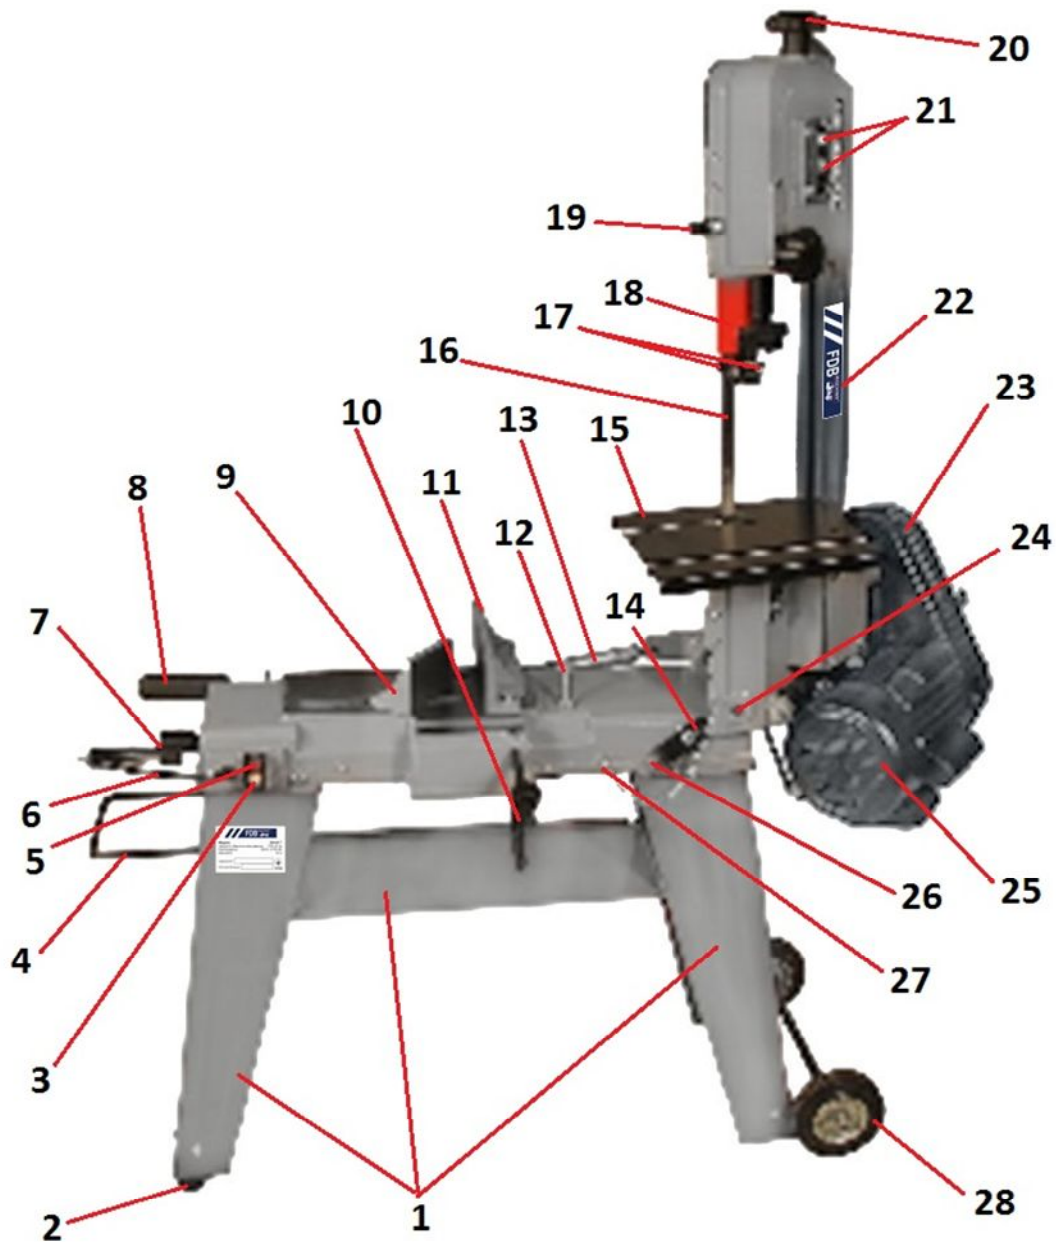
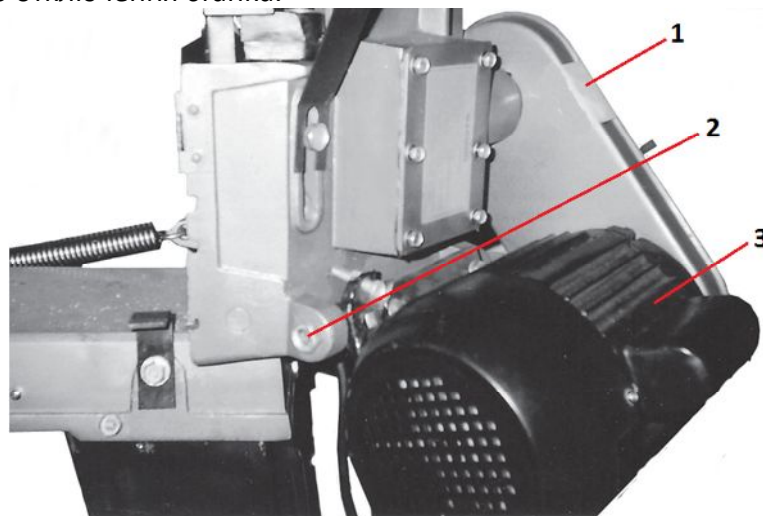
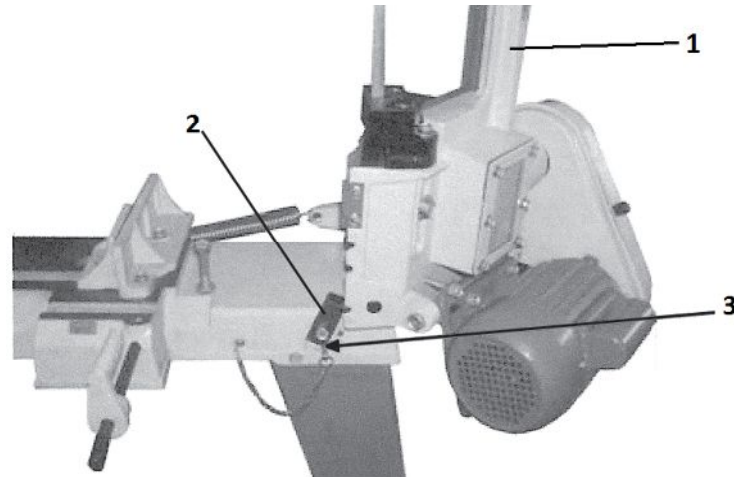
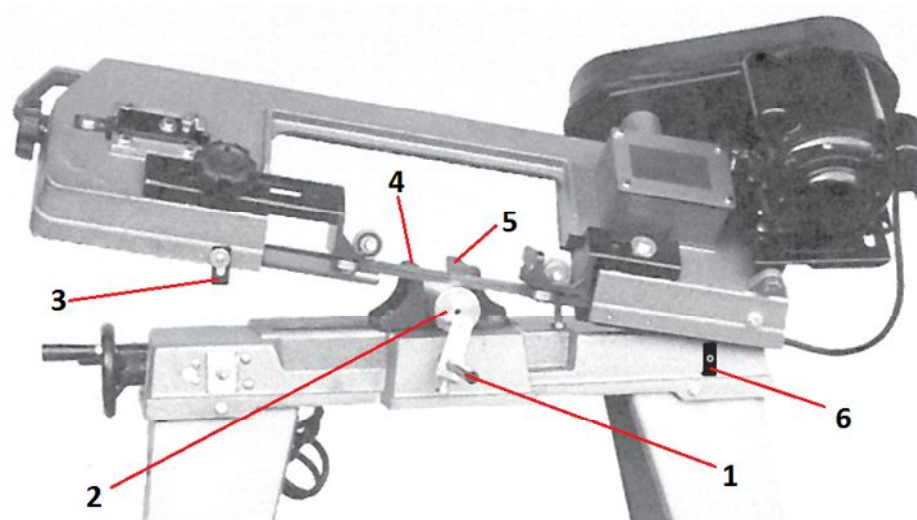

Рис. 1.1 Принципиальное устройство станка:
Рис. 4 Установка ремня
Рис. 6 Поднятие пильного агрегата в вертикальное положение
Рис. 7 Горизонтальное распиливание заготовки
Перед подсоединением станка к электрической сети переведите кнопку «выкл.» (поз. 5 рис. 1.1) в выключенное положение.
Включение станка выполняется переводом кнопки «вкл.» (поз. 3 рис. 1.1) в включённое положение.
Выключение станка выполняется переводением кнопки «выкл.» (поз. 5 рис. 1.1) в выключенное положение.
- откройте крышку коробки (поз. 23 рис. 1.1; поз. 1 рис. 4) ременной передачи;
- ослабьте винт (поз. 2 рис. 4) крепления электродвигателя (поз. 23 рис. 1.1, поз. 3 рис. 4);
- переместите электродвигатель (поз. 3 рис. 4) в сторону к шпинделю ведущего колеса;
- переместите двигатель (поз. 3 рис. 4) от шпинделя;
- натяните ремень и затяните винт (поз. 2 рис. 4) крепления электродвигателя (поз. 3 рис.4);
- закройте крышку коробки (поз. 1 рис. 4) ременной передачи.
4. Подымите пильный агрегат (поз. 22 рис. 1; поз. 1 рис. 6) в вертикальное положение до фиксирования упором (поз. 14 рис. 1.1; поз. 2 рис. 6) и зафиксируйте упор штырём-фиксатором (поз. 26 рис. 1.1; поз. 3 рис. 6).
5. Переведите кнопку «выкл.» (поз. 5 рис. 1.1) в выключенное положение.
8. Переведите кнопку «вкл.» (поз. 3 рис. 1.1) во включённое положение.
При выявлении нехарактерных для работы пильного агрегата шумов, скрежета, запаха гари немедленно выключите станок кнопкой «выкл.» (поз. 5 рис.1.1) и отсоедините станок от электрической сети.
2. Подымите пильный агрегат (поз. 22 рис. 1; поз. 1 рис. 6) в вертикальное положение до фиксирования упором (поз. 14 рис. 1.1; поз. 2 рис. 6) и зафиксируйте упор штырём-фиксатором (поз. 26 рис. 1.1; поз. 3 рис. 6).
3. Установите и закрепите упор длины резания заготовки (поз. 10 рис. 1.1; поз. 1 рис. 7) по требуемому размеру.
4. Установите заготовку (поз. 2 рис. 7) в тиски – прижмите к задней губке (поз. 11 рис. 1.1; поз. 5 рис. 7) тисков и подожмите передней губкой (поз. 9 рис. 1.1; поз. 4 рис. 7) тисков.
- Отрегулируйте регулируемую направляющую (поз. 18 рис. 1.1). Она должна находиться как можно ближе к зоне резания.
5. Освободите пильный агрегат (поз. 22 рис. 1.1) от фиксирования упором (поз. 14 рис. 1.1; поз. 6 рис. 7). Удерживайте пильный агрегат от свободного опускания.
6. Переведите кнопку «вкл.» (поз. 3 рис. 1.1) во включённое положение.
7. Опустите пильный агрегат (поз. 22 рис.1.1) и выполните отрезание заготовки.
Пильный агрегат должен опускаться с усилием, которое отрегулировано пружиной (поз. 13 рис. 1.1) без приложения дополнительного усилия. Усилие пружины (поз. 13 рис. 1.1) регулируется рукояткой (поз. 8 рис. 1.1) регулировки скорости опускания пильного агрегата. При регулировке скорости опускания (резания) не поворачивайте рукоятку (поз. 8 рис. 1.1) более чем на один оборот.
После окончания резания выключатель (поз. 19 рис. 1.1; поз. 3 рис. 7) нажмёт на кнопку «выкл.» (поз. 5 рис. 1.1) и выключит пильный агрегат.
9. Подымите пильный агрегат (поз. 1 рис. 6) в вертикальное положение до фиксирования его упором (поз. 2 рис. 6) и зафиксируйте упор штырём-фиксатором (поз. 3 рис. 6).
7. Установите заготовку (поз. 3 рис. 7) в тиски – прижмите к задней губке (поз. 11 рис. 1.1; поз. 5 рис. 7) тисков и подожмите передней губкой (поз. 9 рис. 1.1; поз. 4 рис. 7) тисков.